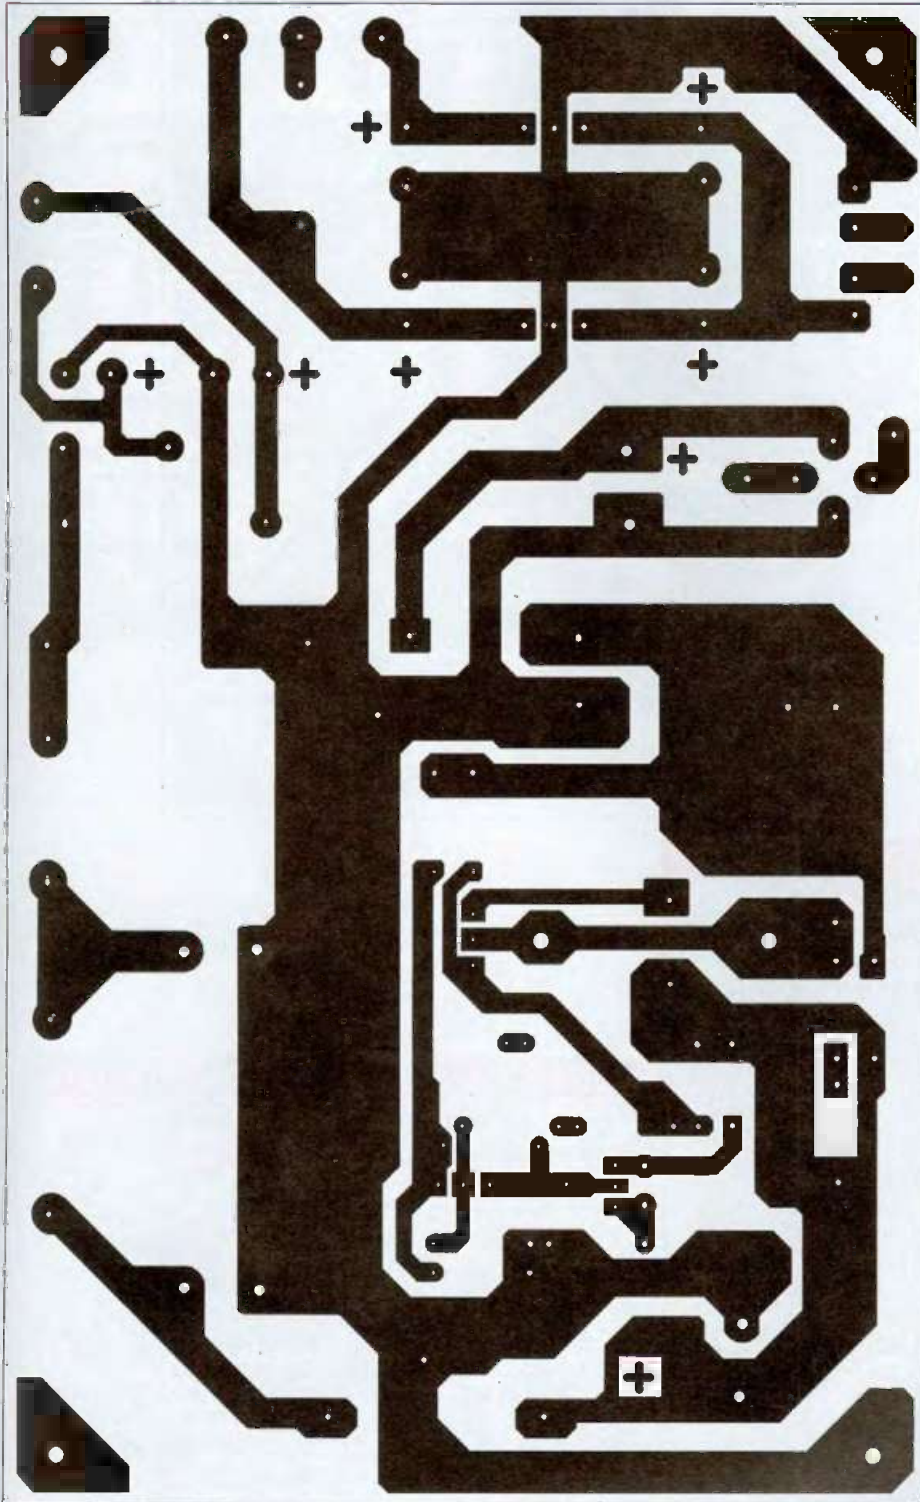

Figure 7a : Circuit imprimé de l'alimentation
- l'une réservée à la haute tension provenant du transformateur et deux picots qui sont prévus pour souder les deux résistances de $10\ \Omega$ (figures 7a et 7b).